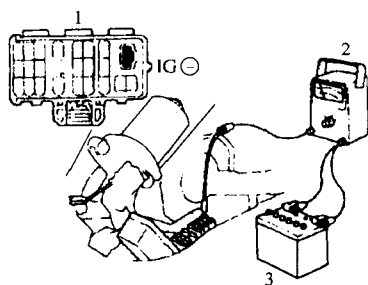

图 8 连接转速表——3VZ-FE 发动机
2) 将转速表连接到测试插接口的 IG(一)接线柱上(见图 8)。